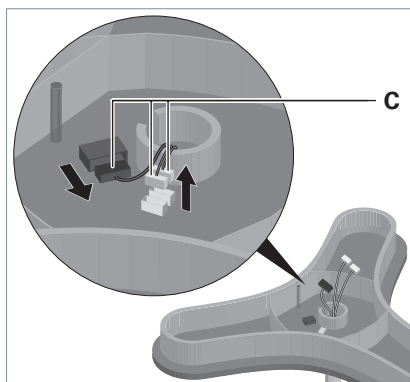

Fig. 16: Débrancher la fiche de la tête du luminaire.
- ▶ Enlever la fiche **C**, voir Fig. 16.